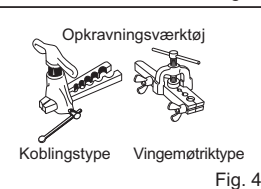

Fig. 4
- 4) Opkravningsarbejde (Fig. 4, 5). Hold kobberøret i den størrelse, der er vist i skemaet. Vælg A (mm) fra skemaet i henhold til det valgte værktøj.